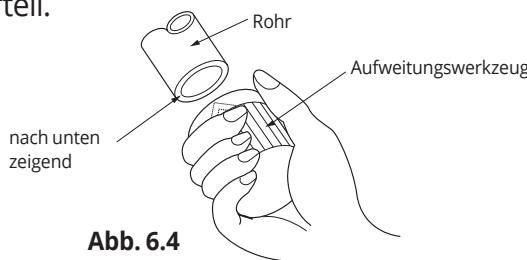

Abb. 6.4
- Öffnen Sie mit einem 65mm (2.56") oder 90mm(3.54")-Bohrer ein Loch an der Wand. Stellen Sie sicher, dass Sie einen kleinen Winkel nach unten bohren, sodass die Außenkante der Bohrung um etwa 12 mm (0,5").unter der Innenkante liegt. Dies gewährleistet einen ordnungsgemäßen Ablauf des Wassers (Siehe Abb. 6.4). Bringen Sie den Lochschutz an der Wand an. Dies schützt die Ränder des Lochs und hilft bei der Abdichtung, sobald Sie die Installation abgeschlossen haben.